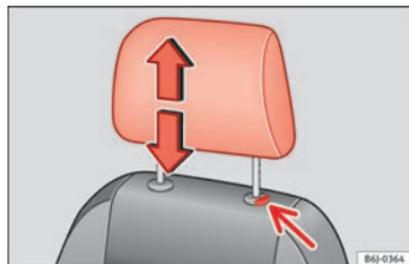

Fig. 99 Ajuste o desmontaje del apoyacabezas.
- Pulse la tecla » fig. 99 (flecha).